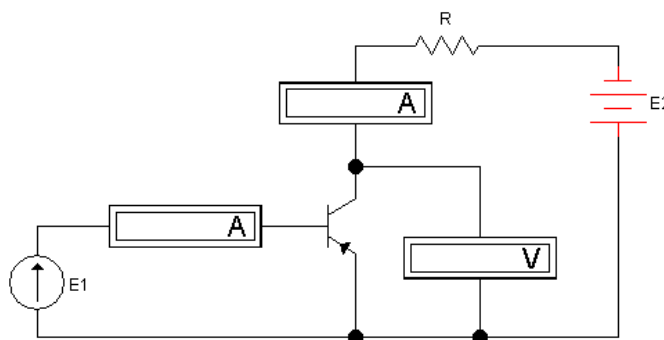

Рисунок 4.2 - Електрична схема проведення вимірювань
3. Ознайомитися з електричною схемою проведення досліджень (рис.4.2) та вияснити функції кожного її компонента.
3. Проаналізувати, чим відрізняються дослідження даної роботи на електричній схемі рис.4.2 у порівнянні з попередньою роботою.